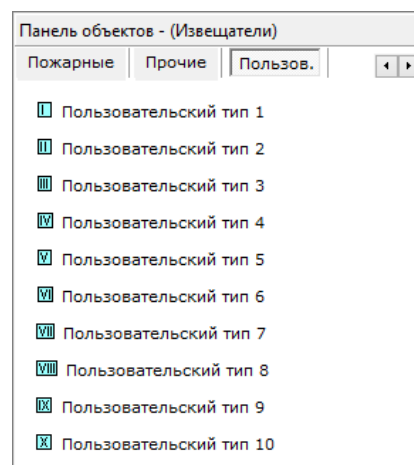

Рисунок 6-484 Панель объектов - Извещатели вкладки "Пользов."
- Пользов. (см. Рисунок 6-484).